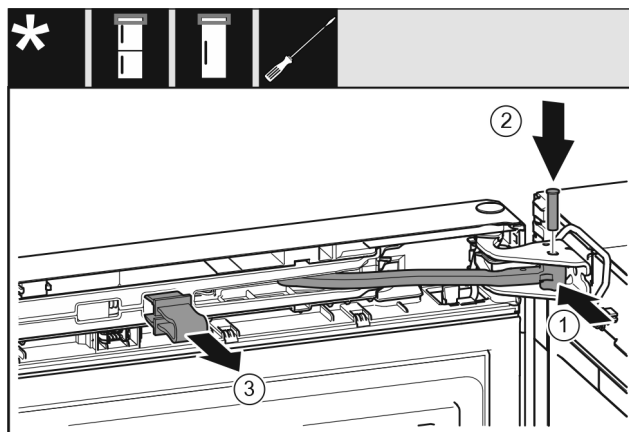

Fig. 43
- Ruotare il giunto Fig. 43 (1) nel blocco di supporto.
- Inserire il perno Fig. 43 (2) nel blocco di supporto e nel giunto. Assicurarsi che la camma di arresto sia posizionata correttamente nella scanalatura.
- Rimuovere il fusibile Fig. 43 (3).